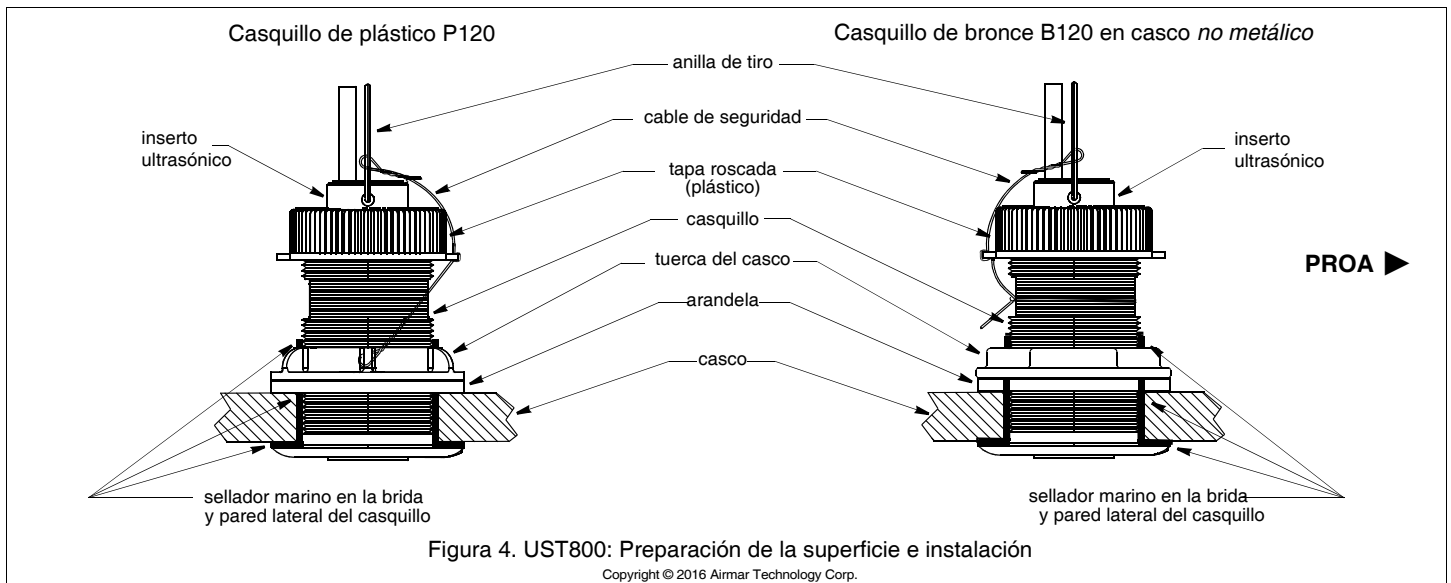

Figura 4. UST800: Preparación de la superficie e instalación
Aplice una capa de 2 mm ( $1/16''$ ) de sellador marino en torno a la brida del casquillo en contacto con el casco y a las paredes laterales del casquillo (Figura 4 o 5). *El sellador debe extenderse 6 mm ( $1/4''$ ) más arriba del espesor combinado del casco, la arandela y la tuerca del casco.* De este modo habrá sellador en la rosca para sellar el casco y mantener bien la tuerca del casco.
- Desde el exterior del casco, introduzca el casquillo en el orificio con un movimiento giratorio para que salga el exceso de sellador (figura 4 o 5). *Alinee la flecha de la brida del casquillo de modo que quede orientada hacia la proa.* Si el sensor no se instala en el centro, el casquillo se debe situar con un ángulo ligeramente hacia la línea de crujía para que quede alienado con el flujo del agua.
#### UST800 (Figura 4)
1. Extraiga el inserto ultrasónico del casquillo retirando el cable de seguridad de la anilla de tiro y la tapa roscada. Desenrosque la tapa roscada (Figura 4).
4. Vuelva a colocar el cable de seguridad para evitar que el tapón obturador se salga en el caso improbable de que la tapa roscada se rompa o se rosque de forma incorrecta (Figura 4).
2. Extraiga el inserto ultrasónico del casquillo (Figura 4).
5. Coloque el tapón obturador en el casquillo. Asíntelo empujando con un movimiento de giro hasta que la cuña se acople en la muesca del casquillo. **Apriete la tapa roscada a mano.** No apretar en exceso. Vuelva a colocar el cable de seguridad (figura 4).
9. Vuelva a colocar el cable de seguridad para evitar que el inserto ultrasónico/tapón obturador se salga en el caso improbable de que la tapa roscada se rompa o se rosque de forma incorrecta (Figura 4).